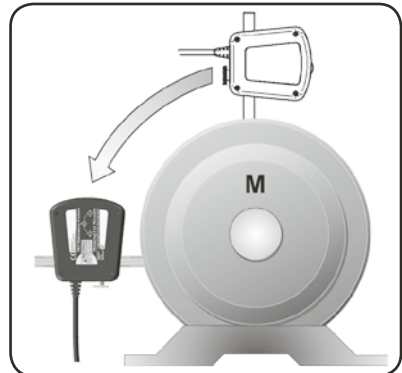

Abb. 17. Einstellung auf 9-Uhr-Position
- a) Drehen Sie die Wellen mit den Messeinheiten auf die 9-Uhr-Position (Abb. 17). Mit Hilfe der Wasserwaagen wird die waagerechte Einstellung der Messeinheiten gewährleistet.